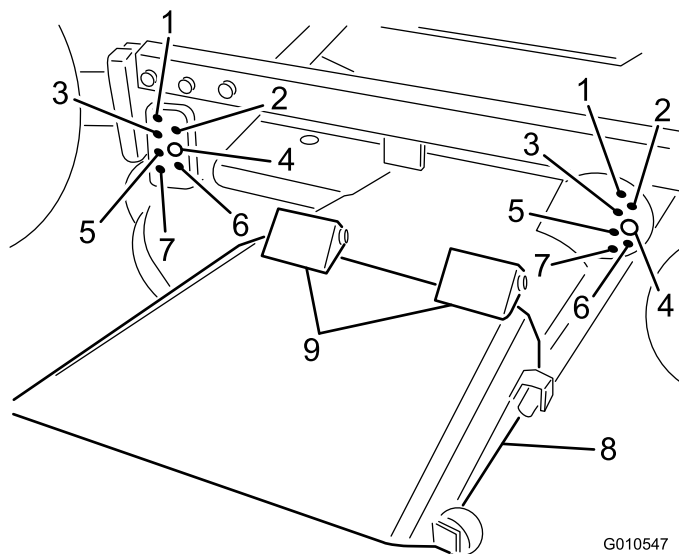

Figure 11
Vous pouvez régler la hauteur de coupe entre 25 et 102 mm par paliers de 13 mm suivant les trous dans lesquels vous placez les 4 axes de chapes (Figure 11).
**Remarque:** Le déflecteur est ramené par ressort à sa position normale de fonctionnement, à savoir la position abaissée (Figure 11) ; toutefois, l'utilisateur peut temporairement le pousser sur le côté pour faciliter le chargement sur une remorque ou en cas de nécessité.